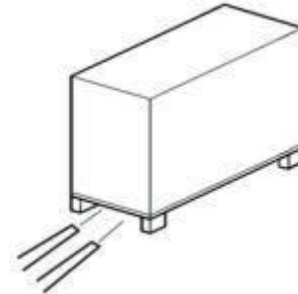

Рис. 28: Транспортировка с помощью вилочного погрузчика
1. Подвести вилочный погрузчик вилами так, как показано на Рис. 28.